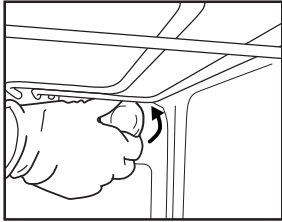
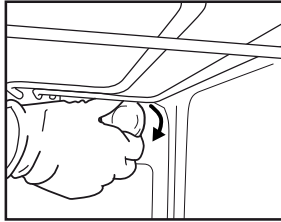

Fig. 6
Fig. 7
2. Svitare il coprilampada (Fig. 6), sostituire la lampada (vedere la nota per il tipo di lampada) e riavvitare il coprilampada (Fig. 7).